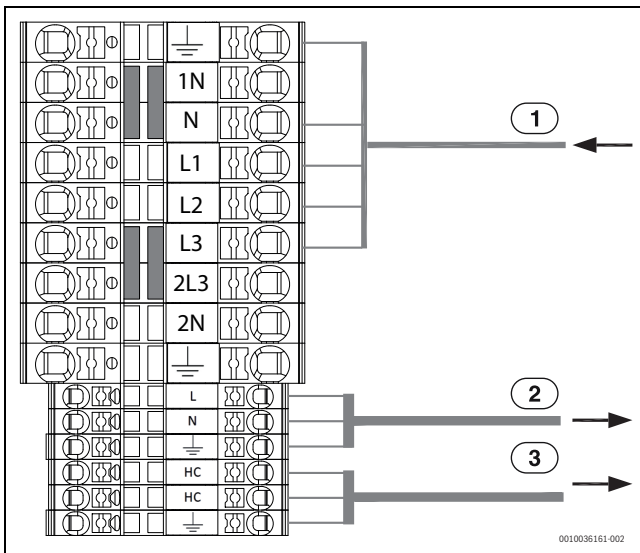

Bild 15 Anslutningsplintar för elanslutning, 5,85 kW 400 V 3 N~
- ▶ Återställ överhettningsskyddet. Gör det genom att trycka på knappen på reglercentralens undersida (→ [3], bild 15).